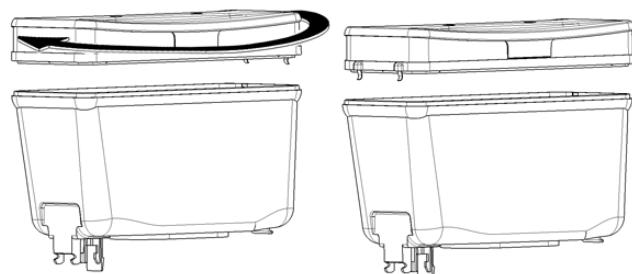

figura 2
- 9** Per spegnere le luci del coperchio è sufficiente ruotarlo di 180°.(vedere figura 2)